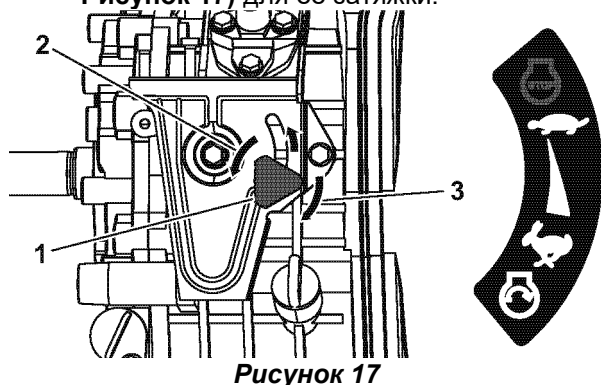

Рисунок 17
- 1- Переключить рукоятку регулятора оборотов двигателя (**позиция 1, Рисунок 17**) влево (**позиция 2, Рисунок 17**).
- 3- Переключить рукоятку регулятора оборотов двигателя вправо (**позиция 3, Рисунок 17**) для ее затяжки.